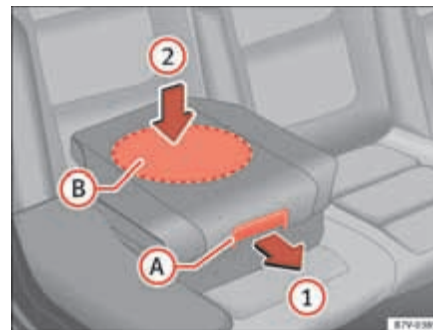

Fig. 33 Asiento integrado para niños: bajar el cojín.
- Tire del cojín hacia delante por la palanca de desbloqueo ⇒ fig. 33 (A) en la dirección de la flecha ①.
- Empuje el cojín hacia abajo por la zona central (B) en la dirección de la flecha ② para que encastre de forma segura ⇒ ④. Los soportes laterales se abaten automáticamente.
Al bajar el asiento integrado para niños, presione sólo sobre el centro del cojín ⇒ página 53, fig. 33 ②. De lo contrario, el cojín se podría torcer y no encastrar correctamente. ■